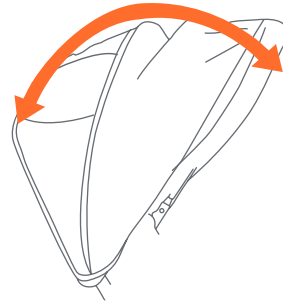

Fig. 8
- 8)** • Pour ouvrir l'auvent : poussez vers l'avant sur le bord avant de l'auvent, tout en maintenant le bord arrière en position stable (Fig. 8).
- Pour plier l'auvent : tirez vers l'arrière sur le bord avant (Fig. 8).